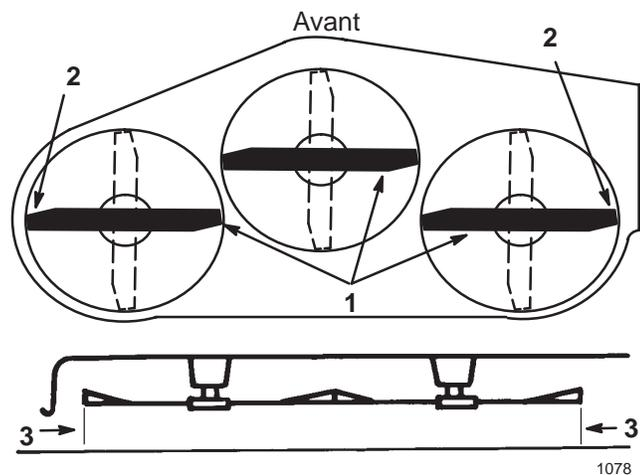

Figure 38
4. Tournez prudemment les lames pour qu'elles soient parallèles dans le sens transversal (Fig. 38). Mesurez la distance entre les tranchants extérieurs et le sol plat (Fig. 38). Si les deux mesures diffèrent de plus de 4,75 mm (3/16 po), l'horizontalité transversale doit être réglée (voir les points 5 et 6).